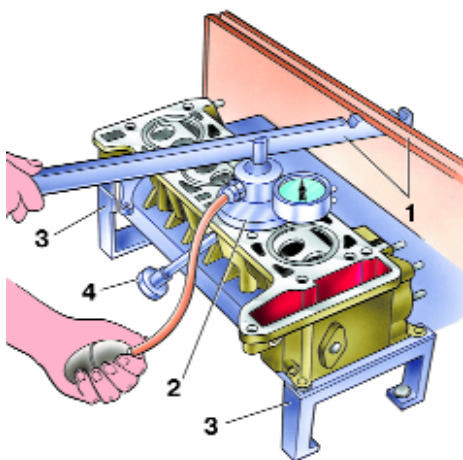

Рис. 2-103. Проверка герметичности клапанов: 1, 2 – приспособления; 3 – подставка; 4 – пробка для отверстий свечей зажигания
**Проверка герметичности клапанов.** Тщательно очистить седла и клапаны и установить головку блока цилиндров на подставку (рис. 2-103).
Установить приспособление в положение, указанное на рис. 2-103, и, сильно нажимая на рычаг создать резиновой грушей давление  $0,5$  кгс/м2.